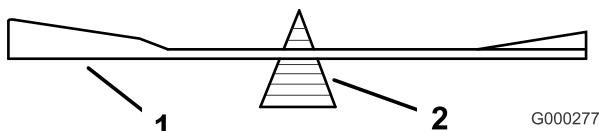

Figure 79
2. Vérifiez l'équilibre de la lame en la plaçant sur un équilibrage (Figure 79).